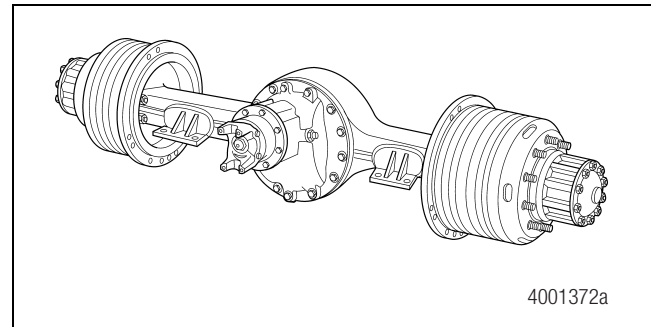

Figure 2.2
- Des supports de bielle de réaction sont soudés sur le carter de pont. Figure 2.2.
- La conception du carter de pont ne permet pas le remplacement des tubes d'essieu aux axes de roue. Figure 2.2.